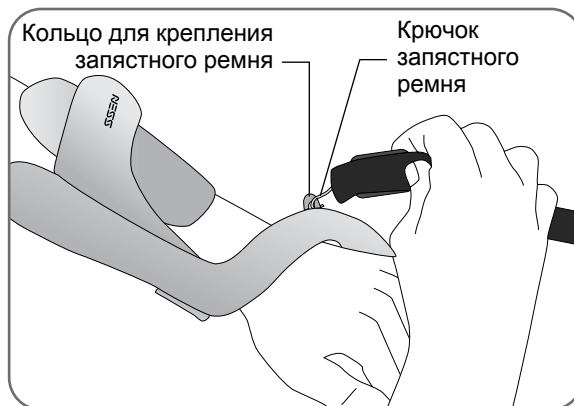

Рисунок 8-11. Прикрепление крючка запястного ремня
- Прикрепите крючок запястного ремня ортеза к кольцу для крепления запястного ремня. См. рисунок 8-11.